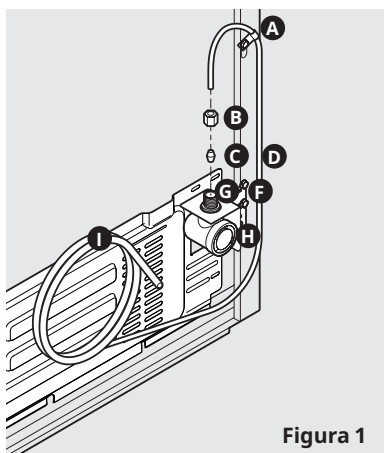

Figura 1
4. Si utiliza tubos de cobre, deslice la tuerca de compresión de metal y, después, el casquillo (manguito) en la tubería de suministro de agua. Introduzca la tubería de suministro de agua en la válvula de entrada de agua tanto como sea posible (1/4"/6.4 mm). Deslice el casquillo (manguito) en la entrada de la válvula y apriete con la mano la tuerca de compresión en la válvula. Apriete otra media vuelta con una llave inglesa; NO apriete en exceso. Ver la figura 1.